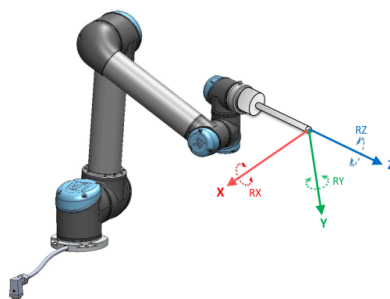

Figure 16.2: ツール (TCP) のフィーチャー
- ツールフィーチャーは現在の TCP 中心を起点に位置します（図 16.2 参照）